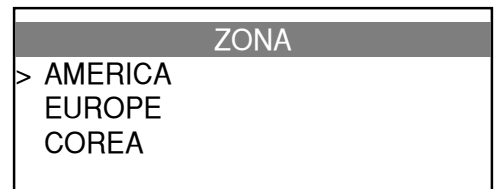

Fig. 3
- Al primo avvio o successivamente a un ripristino delle impostazioni di sistema viene richiesta la zona di lavoro, come in Fig. 3.